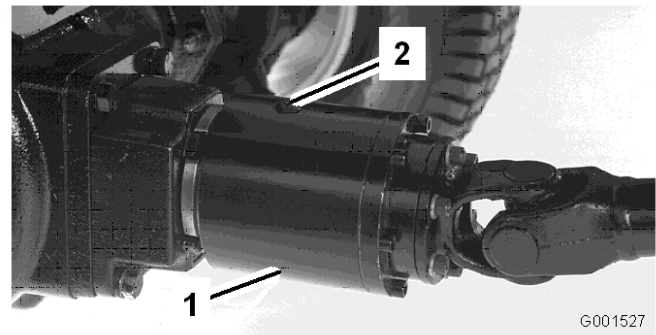

Bild 28
2. Drehen Sie die Kupplung (Bild 28) so, dass die Prüfschraube (in der 12-Uhr-Stellung abgebildet) auf der 4-Uhr-Stellung steht.